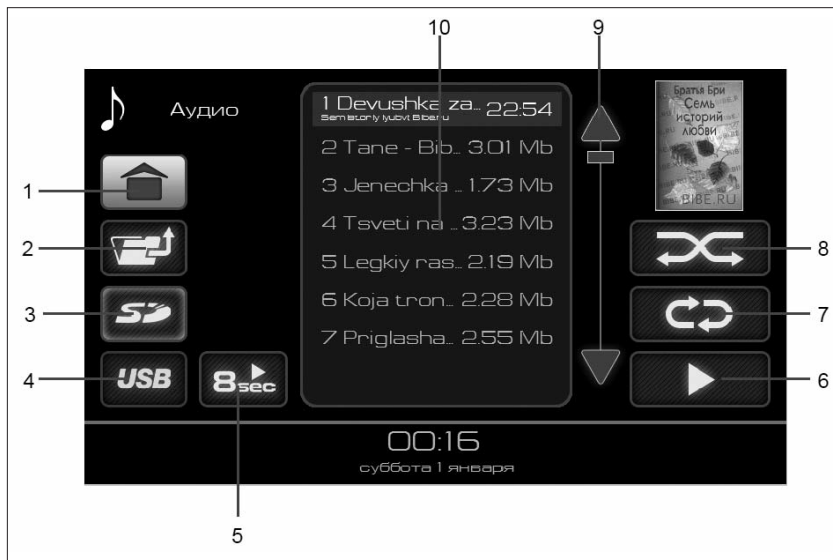

Рис. 4. Окно списка аудиофайлов
Доступные для воспроизведения аудиофайлы и папки отображаются в списке **(10)** (рис. 4). Двойное нажатие на изображение папки отобразит список аудиофайлов в этой папке. Для выхода из папки нужно нажать кнопку **1** (рис. 4).
- либо двойное нажатие на выбранный аудиофайл позволяет воспроизвести именно его, при этом доступна кнопка включения режима повторного воспроизведения (кнопка **7**, рис. 4).
- либо нажатие на кнопку воспроизведения аудиофайлов (кнопка **6**, рис. 4) позволяет воспроизвести все аудиофайлы, находящиеся в списке **(10)** (рис. 4).
в списке **(10)** на рис. 5, а затем нажатие кнопки воспроизведения аудиофайлов (кнопка **6**, рис. 4), позволяет воспроизвести все аудиофайлы, находящиеся в выбранной папке, и во всех вложенных в нее папках.